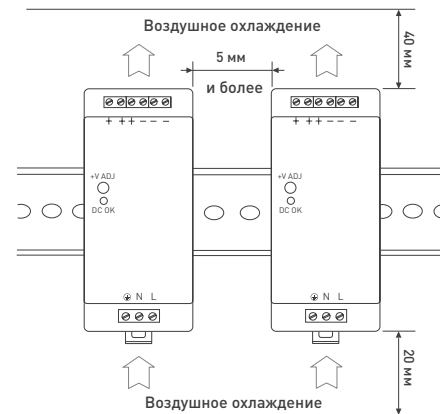

Рис. 3.
- Для соблюдения температурного режима работы обеспечьте свободное пространство вокруг источников питания (см. рис. 3.). Источники питания следует устанавливать на расстоянии 5 см друг от друга, в случае нахождения рядом источников тепла источники питания необходимо устанавливать на расстоянии 10–15 см. При необходимости используйте принудительную вентиляцию.